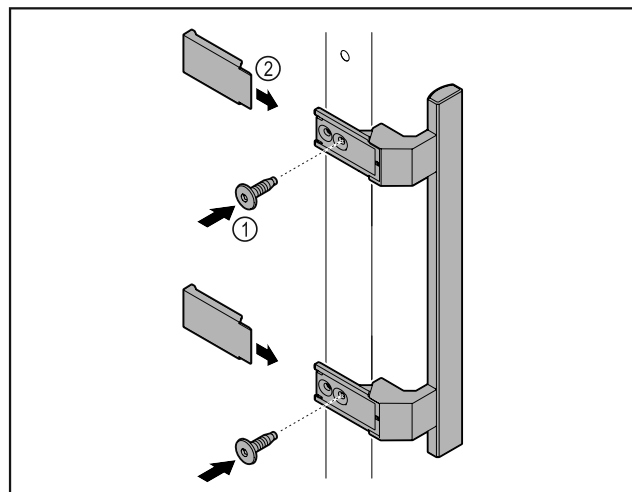

Fig. 2
- ▶ Madlo z příloženého příslušenství upevněte na dveře pomocí příložených šroubů Fig. 2 (1).
- ▶ Nasadte krytky Fig. 2 (2).